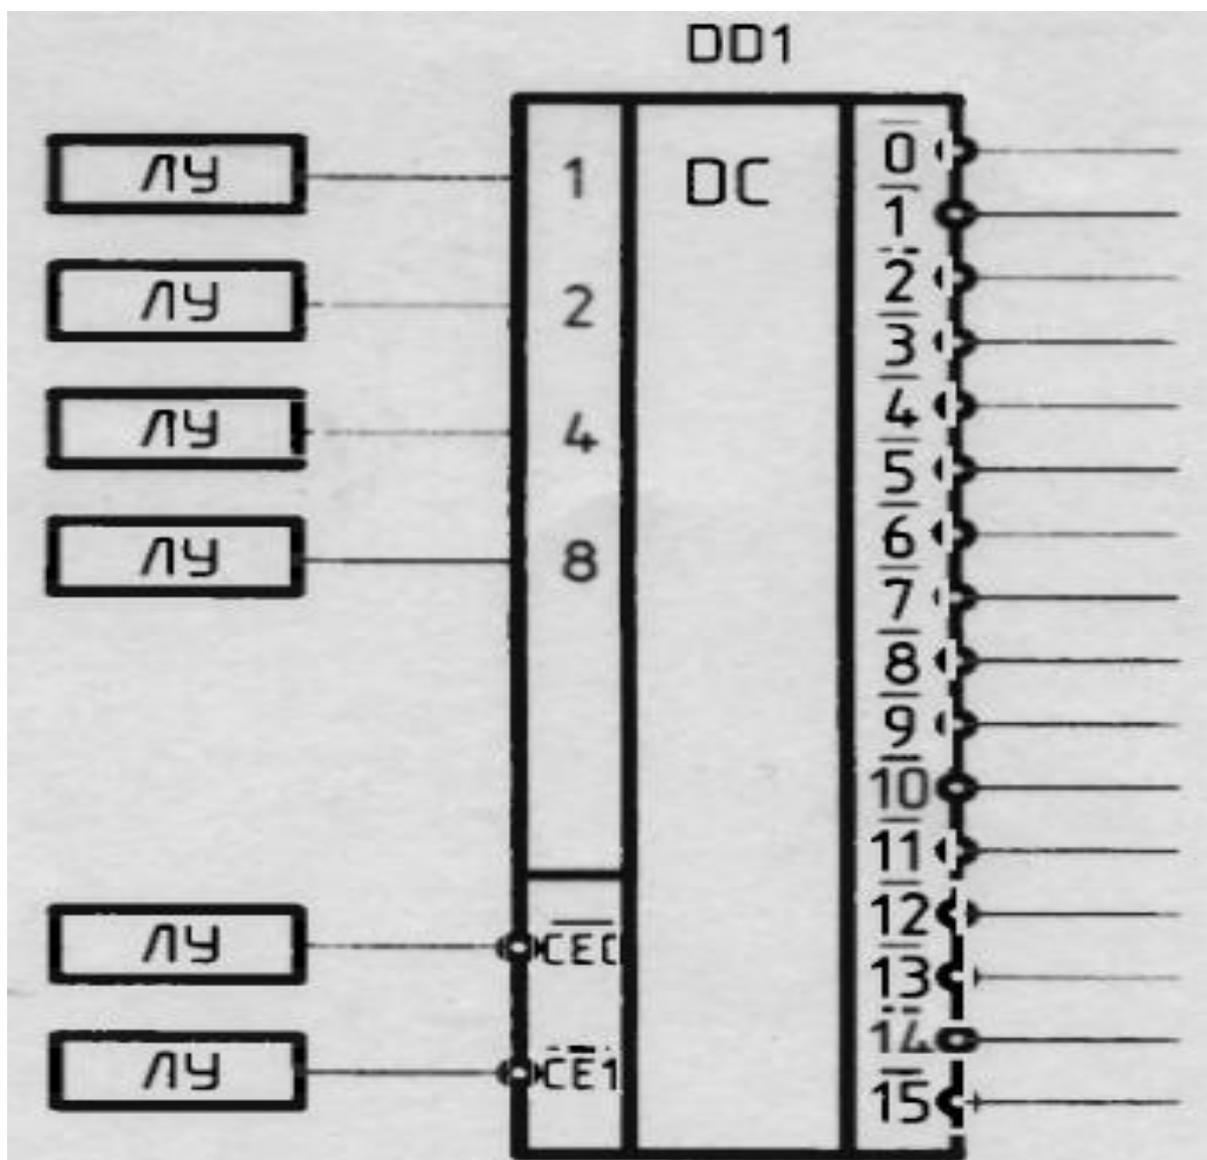
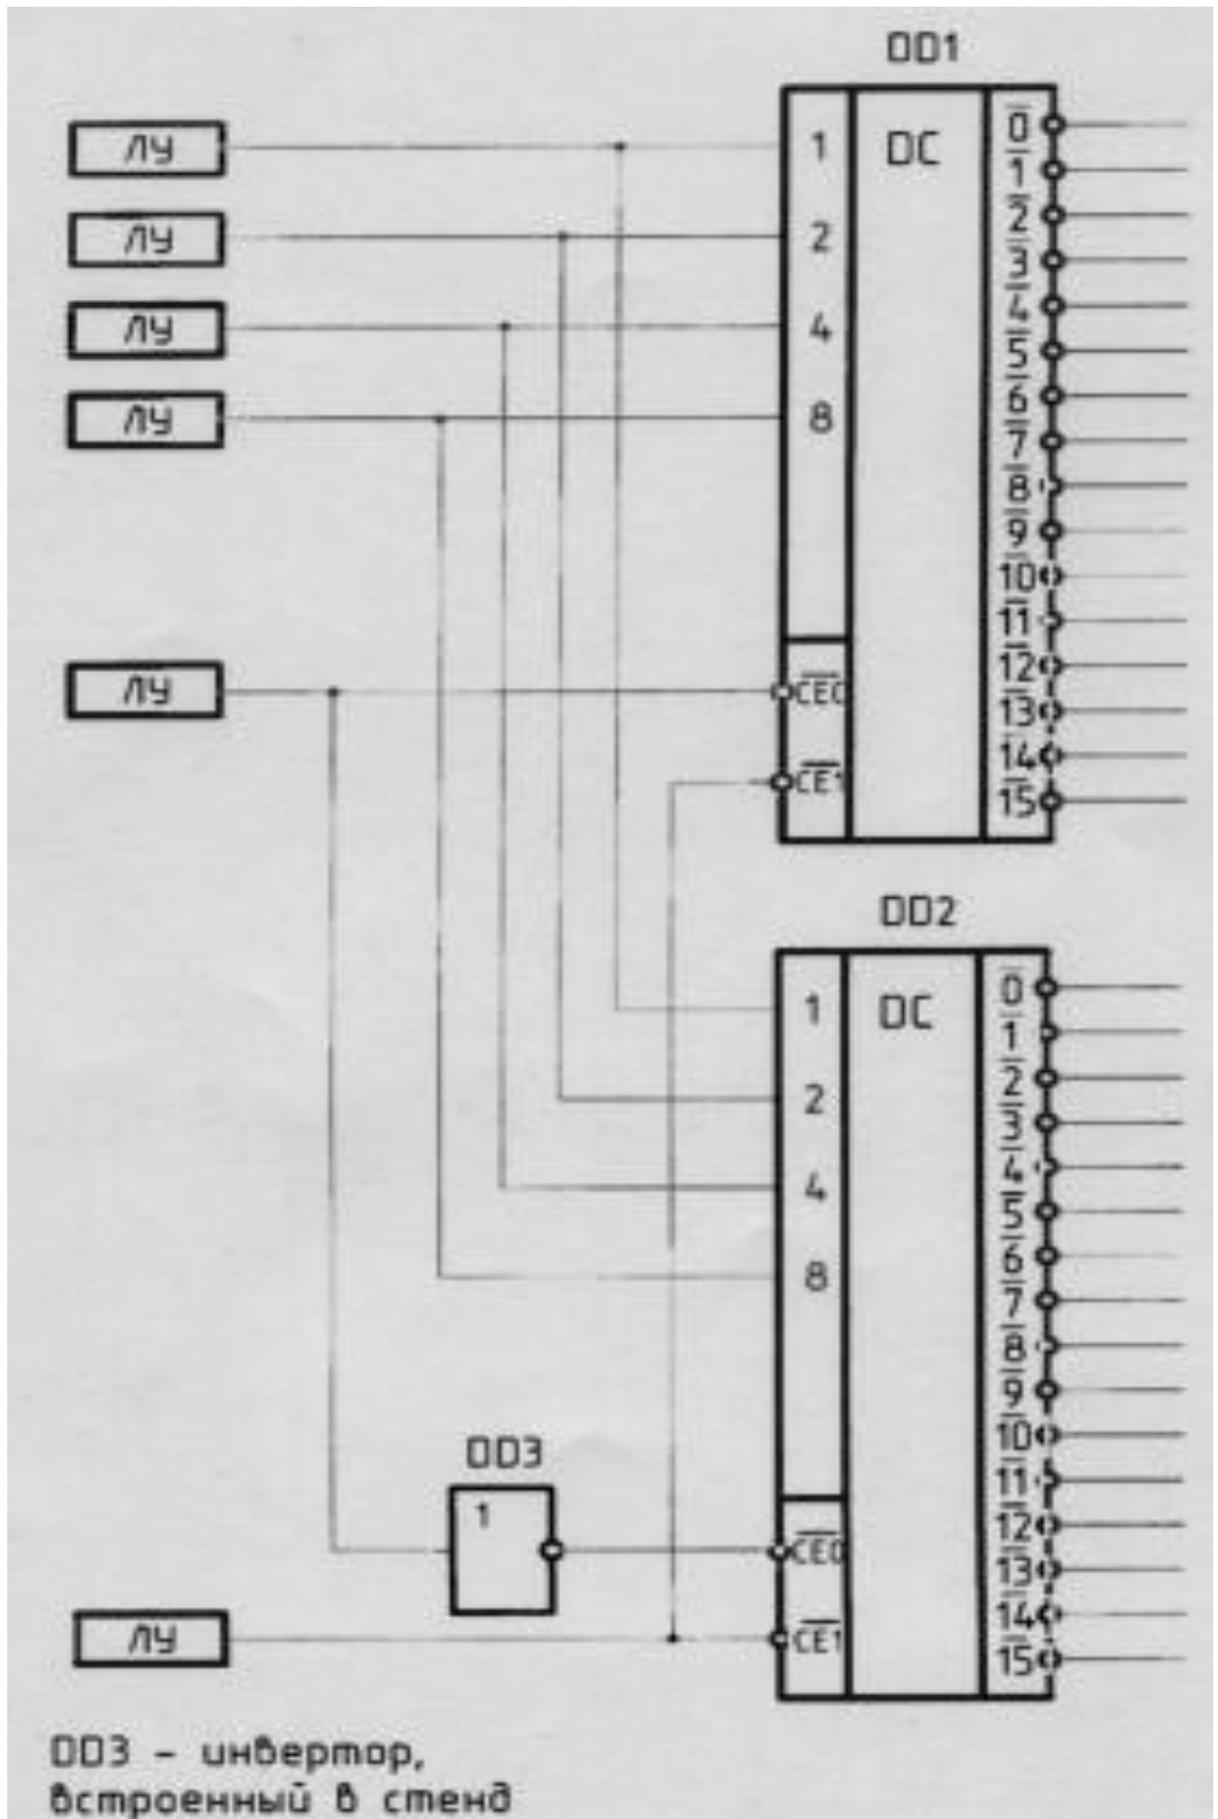

Рис. 1. Исследование работы четырехразрядного дешифратора К155ИД3
Рис. 2 Дешифратор на 32 Выхода на микросхемах К155ИД3
- исследуется дешифратор, преобразующий 4-разрядный двоичный код в напряжение низкого уровня на соответствующем этому коду выходе (рис.1);
- расширяется количество выходов этого дешифратора до 32 (рис.2);
1. - в схемах рис.1 и рис.2 получите на заданном преподавателем выходе сигнал низкого уровня; в качестве элемента DD3 используйте инвертор, встроенный в стенд;